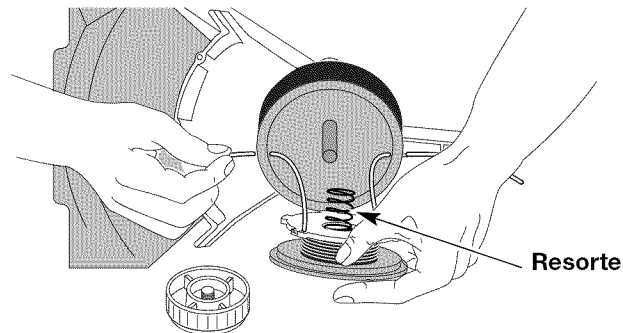

Fig. 35
13. Inserte los extremos de la línea a través de los ojajillos de la bobina exterior y coloque el carrete interior con el resorte dentro de la bobina exterior (Fig. 35). Empuje el carrete interior y la bobina exterior entre sí. Mientras sostiene el carrete interior y la bobina exterior, tome los extremos y hale con firmeza para soltar la línea de las ranuras de fijación de la bobina.
5. Inserte los extremos de la línea en los ojajillos de la bobina exterior (Fig. 35).